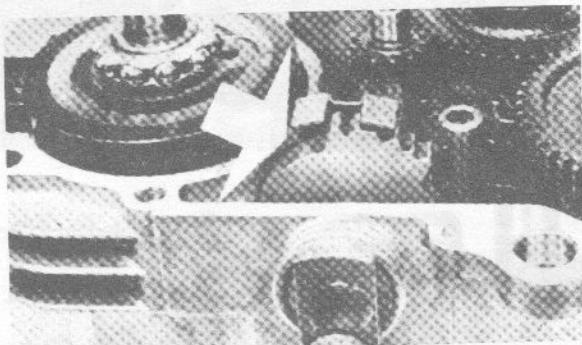

Fig. 20
- Bij geopende motor liggen de inwendige delen van de schakelaandrijving vrij. Voor deze eruit te halen, moeten aandrijving en kickstarter eruit gehaald worden (fig. 20).